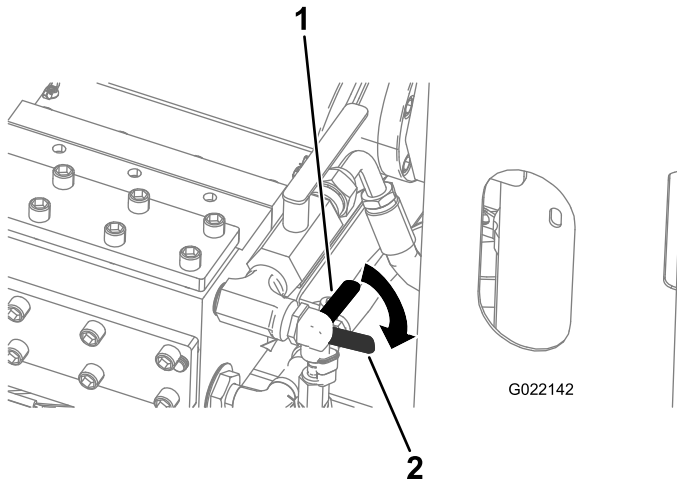

Figure 152
- A. Ouvrez le robinet d'antigel sur l'avant de la pompe à fluide de forage (robinet inférieur), comme montré à la Figure 152.
6. Fermez le robinet d'antigel (Figure 152).